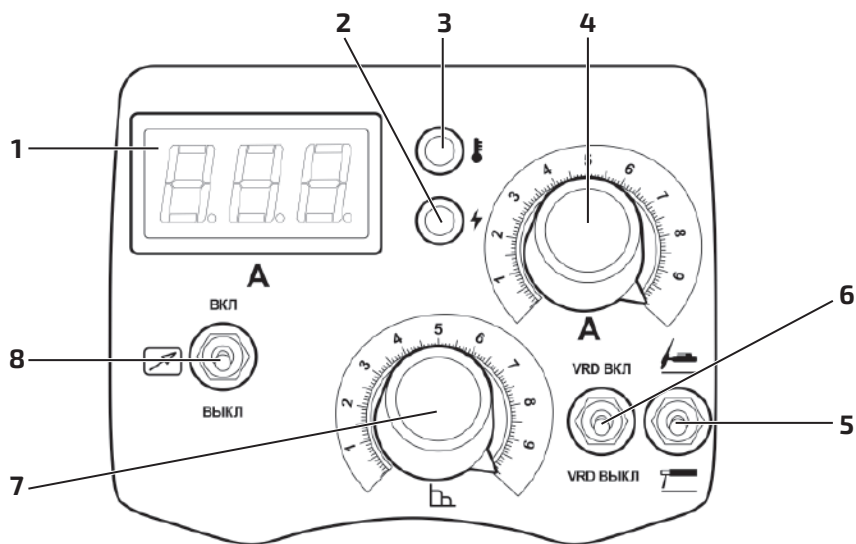

Рис. 6.1.1. Панель управления аппарата TECH ARC 250 В (Z203).
5	Панель управления (см. рис. 6.1.1).
4. Перейдите в режим MMA (см. рис. 6.1.1, п. 5) на передней панели сварочного аппарата.